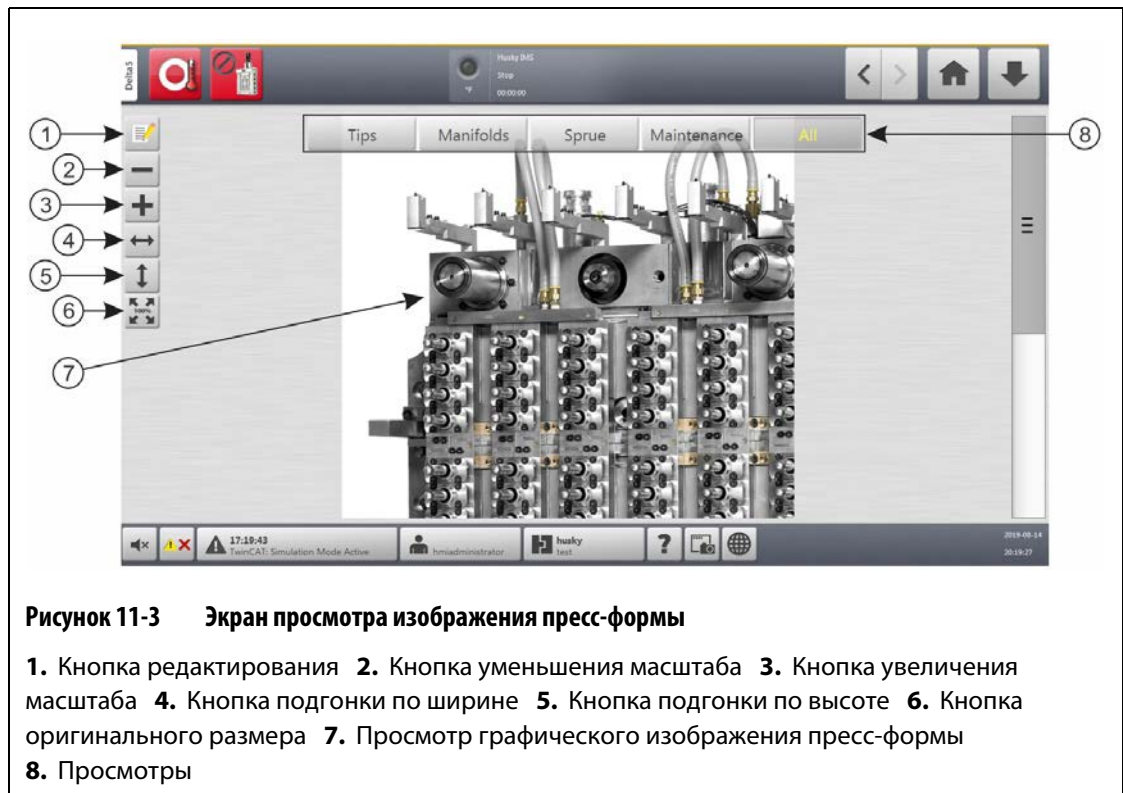
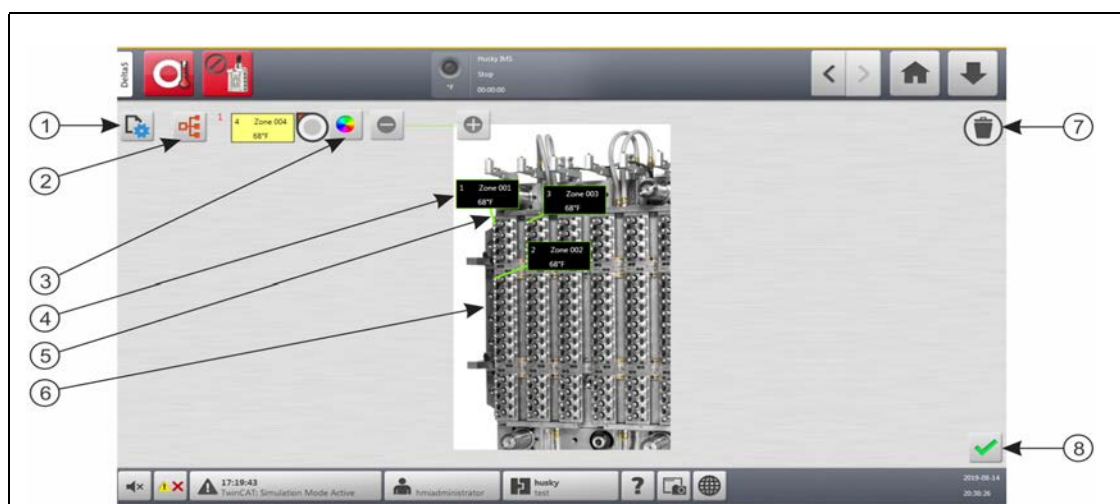

Рисунок 11-3 Экран просмотра изображения пресс-формы
Рисунок 11-4 Экран просмотра изображения пресс-формы в режиме редактирования
Элементы на панели инструментов просмотра изображения пресс-формы указаны в разделе Рисунок 11-3 и описаны в разделе Таблица 11-1.
Для настройки просмотра изображения пресс-формы нажмите кнопку **Изменить** (см. Рисунок 11-3), чтобы войти в режим редактирования. Рисунок 11-4 отобразит экран редактирования и обозначит элементы, используемые для настройки просмотра изображения пресс-формы.
2. Нажмите кнопку **Выбрать зону нагрева**. См. Рисунок 11-4.
3. Нажмите кнопку **Изменить настройки просмотра**. См. Рисунок 11-4.
3. Нажмите кнопку **Цвет выносной линии**. См. Рисунок 11-4.
2. Нажмите и перетащите панель информации о зоне, которую необходимо удалить, на кнопку **Удалить** (см. Рисунок 11-4) или за пределы графического просмотра изображения пресс-формы.
2. Нажмите кнопку **Принять** (зеленая галочка). См. Рисунок 11-4.